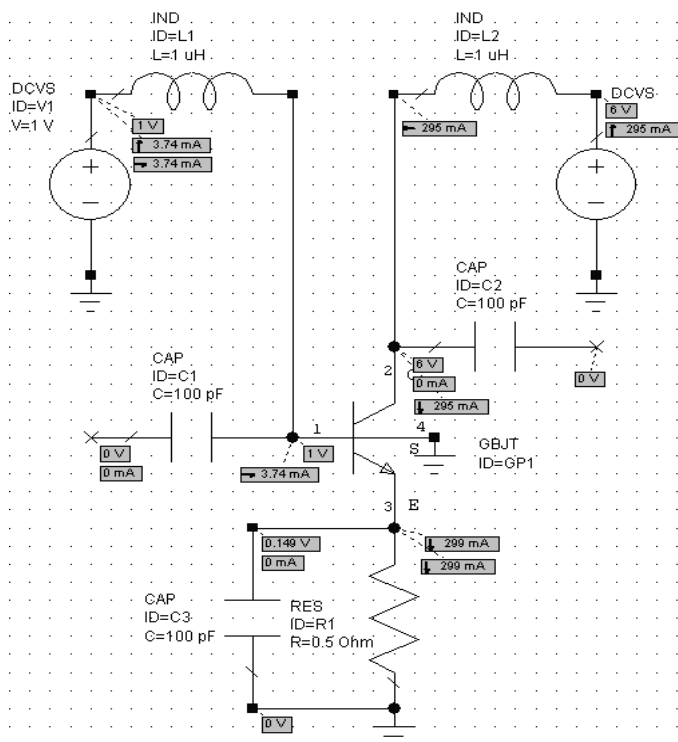

Рис. 3.10
те элемент на клемме **1** транзистора **GBJT**, как показано на рис. 3.10, и щёлкните левой кнопкой мышки, чтобы зафиксировать элемент.
4. Щёлкните левой кнопкой мышки по элементу **CAP** в окне схемы. Нажмите клавиши **Ctrl+C** и затем **Ctrl+V**, чтобы скопировать и вставить элемент. Подключите скопированный элемент к узлу **2** транзистора **GBJT**, как показано на рис. 3.10, и щёлкните левой кнопкой мышки, чтобы зафиксировать элемент.
5. Снова нажмите клавиши **Ctrl+V**, щёлкните правой кнопкой мышки, чтобы развернуть скопированный элемент и установите его слева от резистора **Res**, как показано на рис. 3.10.